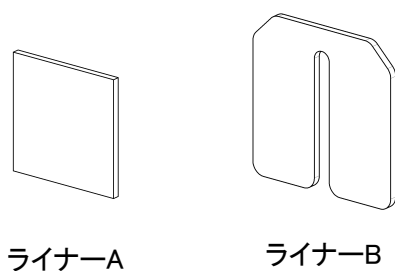
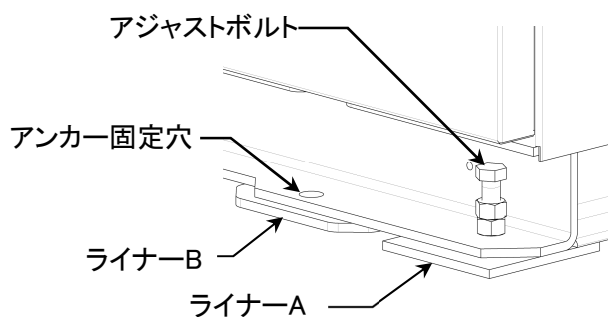

図 4-4
図 4-5
- 2) ライナーA、B (図 4-4) を敷き機械をその上に据付けます。(図 4-5)